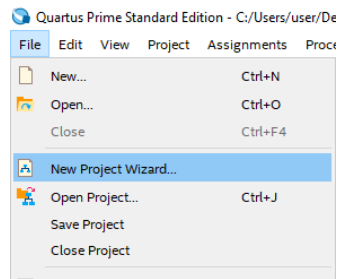

Figura 1. Creación de un nuevo proyecto.
3. Proceda a crear un nuevo Proyecto seleccionando la opción **File**→**New Project Wizard** como se observa en la Figura 1. Aparecerá la ventana de Introducción, luego da clic en **Next**.